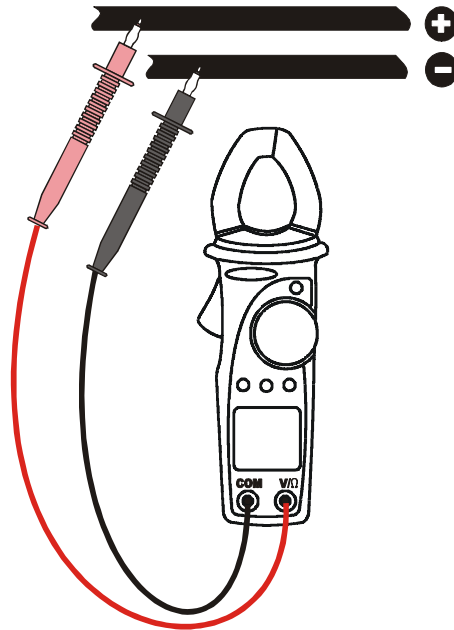

Abb. 5: Die Anwendung der Zange für DC Spannungsmessung
2. Verbinden Sie die Meßleitungen mit den Eingangsbuchsen, der rote Stecker mit der V / $\Omega$  Buchse, und den schwarzen Stecker mit der COM Buchse. (s. Abb. 5).